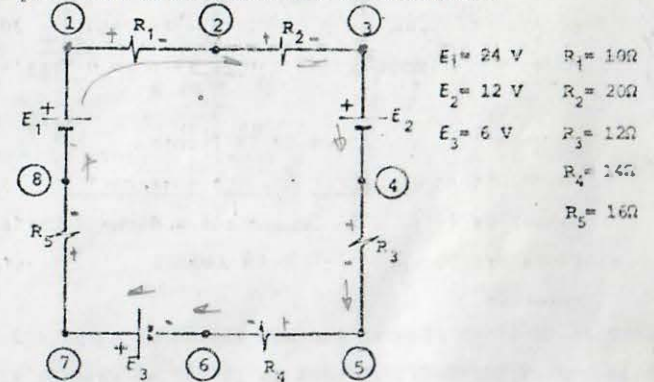

FIGURA P4.3
- 4.3 Para el circuito de la figura P4.3, obtenga las diferencias de potencial siguientes:  $V_{13}$ ,  $V_{48}$ ,  $V_{51}$  y  $V_{32}$ . Compruebe que por las dos trayectorias posibles, los resultados son los mismos. Seleccione el nodo 2 como referencia y calcule el potencial en cada uno de los nodos restantes. A partir de los potenciales obtenidos, calcule nuevamente las diferencias de potencial solicitadas con anterioridad.